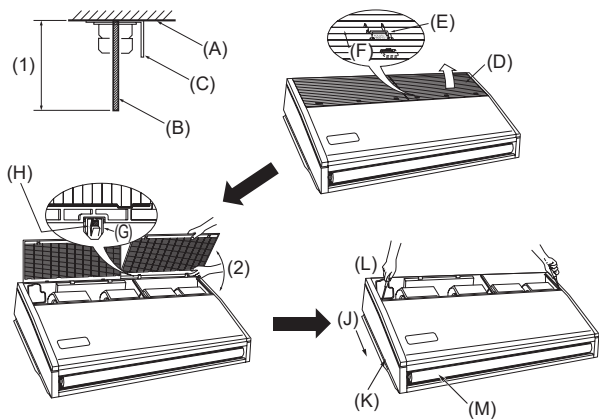

Fig. 3-4
- (A) Plantilla de papel
- (B) Orificio para el perno de suspensión
- (C) Ancho de la unidad interior
- (D) Use insertos de 100 kg a 150 kg cada uno.
- (E) Use pernos de suspensión de tamaño W3/8 o M10 cada uno.
3.2.4. Preparación de la unidad interior (Fig. 3-4)